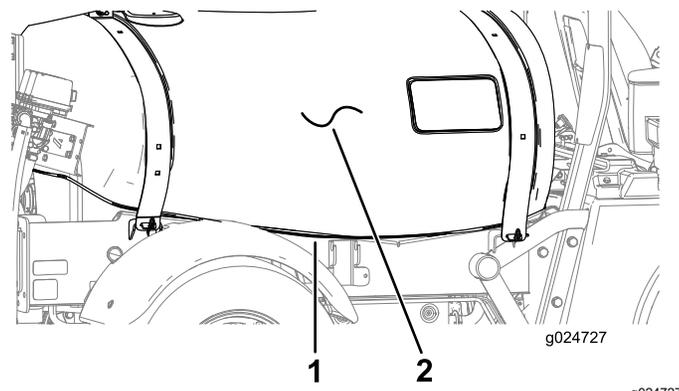

Figura 11
1. Posate il cablaggio preassemblato lungo il canale del telaio destro adiacente al serbatoio (Figura 11).